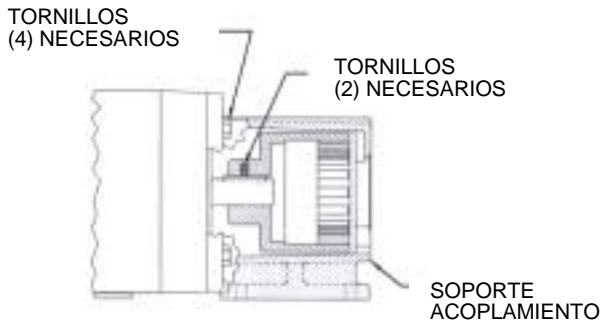

FIGURA 14
- Deberá poder inspeccionar, de forma visual, los imanes exteriores desde el extremo del soporte. Si necesita sacarlos, en primer lugar retire los (4) tornillos (Ver Figura 14) y separe el soporte del motor o del porta cojinete. Afloje los tornillos del eje del motor (o del porta cojinete) y tire hacia afuera el montaje del sistema magnético exterior. Si la unidad tiene porta cojinete, los cojinetes no requieren mantenimiento dado que están sellados. Si fuese necesario, desmonte retirando el único aro de retención interno (Ver Figura 8), luego presione el eje y los cojinetes hacia afuera de la guarnición. Retire los aros de retención externos del eje para sacar los cojinetes.